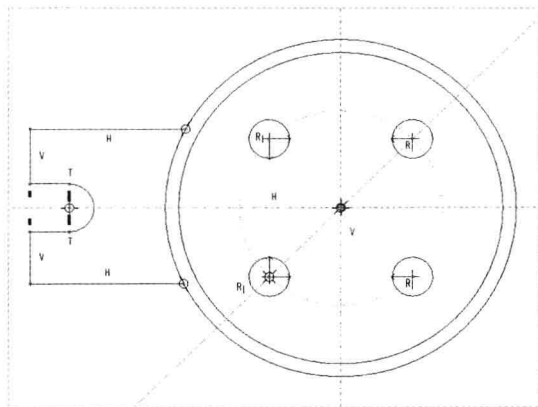

图 13-53 修剪图形
Step 13 在“功能区”选项板的“草绘”选项卡中，单击“编辑”面板中的“删除段”按钮，在绘图区修剪多余的图形，如图 13-53 所示。